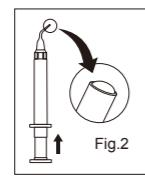

Fig. 2
2. Eventuele lucht die nog in de doeertip kan zitten, wordt verwijderd door de zuiger die van de spuit zichzelf voorwaarts te duwen met de tip omhoog totdat het materiaal de opening van de tip bereikt (Fig. 2).